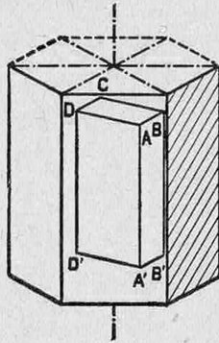
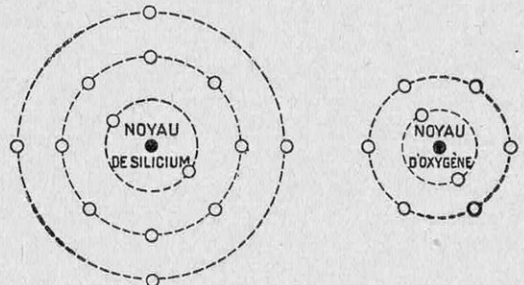
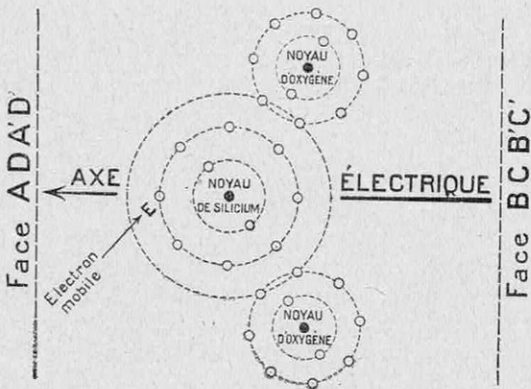
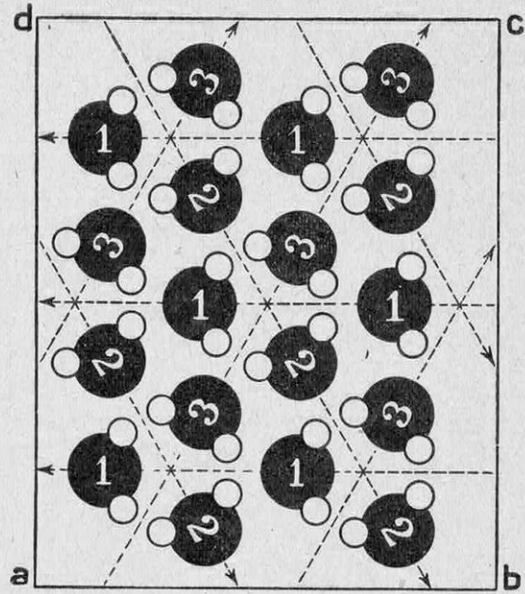

FIG. 4. — COMMENT ON TAILLE UN QUARTZ PIÉZOÉLECTRIQUE
FIG. 5 ET 6. — LES ATOMES DE SILICIUM ET D'OXYGÈNE
FIG. 7. — LA MOLÉCULE DE SILICE (Grossissement : 75.000.000 diamètres)
FIG. 8. — LA STRUCTURE DU QUARTZ OU CRISTAL DE ROCHE
Ces considérations cristallographiques, un peu abstraites, sont nécessaires pour savoir en quoi consiste une lame de quartz piézoélectrique (fig. 4). Reprenons le cristal complet de la figure 3 et découpons-y un parallélépipède droit (un prisme droit à base rectangle) $ABCD A' B' C' D'$, qui a les propriétés suivantes :
a) L'atome de silicium (fig. 5) est l'atome n° 14, c'est-à-dire qu'il comprend un noyau entouré de $2 + 8 + 4 = 14$ électrons ;
c) Dans le quartz (ou silice cristallisée), les trois atomes s'assemblent (fig. 7), de telle façon que chaque noyau atomique soit entouré d'une couche périphérique comportant huit électrons ; on voit, en effet, en passant des figures 5 et 6 à la figure 7, que le silicium cède ses quatre électrons périphériques par moitié aux deux atomes d'oxygène (ce qui complète à huit leurs couches périphériques) (1) ;
d) Quant au cristal de roche lui-même, il est formé de molécules de silice (fig. 7) qui possèdent trois orientations différentes. Notre figure 8 représente une portion *abcd* de la section *ABCD* : les molécules marquées 1 ont la même orientation que celle qui est détaillée par la figure 7 ; elles correspondent à l'axe électrique qui est dessiné horizontalement sur la figure 3. Les molécules marquées 2 sont des molécules 1, qui auraient tourné de 120° (en sens inverse des aiguilles d'une montre), et fournissent le second axe électrique. Les molécules marquées 3 sont des molécules 2, qui auraient
(1) Voir notre article sur « L'affinité chimique », *La Science et la Vie*, n° 140, pages 97-107.
On reconnaît sur cette figure les deux atomes représentés par les figures 5 et 6. On a, de plus, indiqué l'axe électrique horizontal de la figure 4. L'électron E est celui qui joue un rôle essentiel en piézo-électricité (il est mobile, parce que relativement éloigné des trois centres d'attraction que sont les trois noyaux atomiques).
Le rectangle *abcd* est une portion — une toute petite portion — du rectangle *ABCD* de la figure 4. Il y a des molécules de silice (fig. 7) qui sont orientées de trois façons différentes (elles sont numérotées 1, 2, 3). Quand on possède une lame d'épaisseur $AB = x$ de 25 millimètres d'épaisseur, la distance *ab* de cette figure 8 se trouve portée vingt millions de fois dans l'épaisseur *AB* (fig. 4).
effectué la même rotation, et donnent le troisième axe électrique. La lame *ABCD A'B'C'D'* (fig. 4) résulte de l'empilement d'une multitude de rectangles *abcd*, les uns sur les autres ; le mot multitude est d'ailleurs bien insuffisant : ainsi la lame utilisée par Paul Langevin dans ses premiers essais de sondages sous-marins mesurait : $AB = 1 \text{ cm}$ $AD = 10 \text{ cm}$ $AA' = 10 \text{ cm}$ et contenait quelque chose comme : $2.000.000.000.000.000.000.000$ molécules de silice (fig. 7).
Fixons d'abord notre attention sur la figure 12 : la lame de quartz *ABCD A'B'C'D'* (fig. 4) y est soumise à une traction suivant *AB*, c'est-à-dire (fig. 3) suivant un axe électrique. Nous avons vu
(fig. 7) que la molécule de silice possède, suivant cet axe électrique, un électron *E* très mobile, et nous reproduisons cette molécule schématiquement, en bas et à droite de la figure 12. Sous l'influence de la traction, l'expérience montre qu'il y a électrisation négative en *AD* et électricité positive en *BC*; on doit donc admettre que l'électron *E* (fig. 12) se déplace de *B* vers *A* (de bas en haut) suivant la flèche : il y aura donc accumulation d'électrons sur la face *ADD'A'*, en même temps que l'épaisseur *AB* se trouvera quelque peu accrue.
Un écrasement ou une traction suivant l'axe optique *AA'* ne provoquent aucune électrisation : la molécule de silice (fig. 7) est reproduite ci-dessus, et l'électron mobile *E* n'a aucune tendance à se déplacer ni à droite ni à gauche.